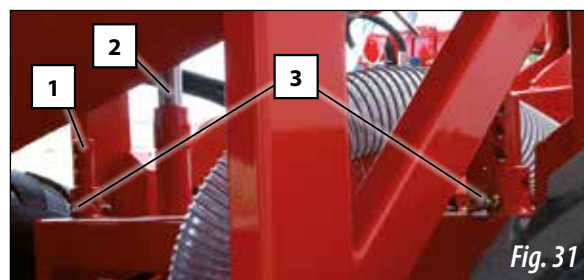

Fig. 31
- 2- Dar presión al circuito hidráulico de la tolva (2) para desbloquear los topes limitadores de recorrido (1)
- 3- Sujetando los topes, sacar los pasadores y bulones (3, Fig 31).
- 4- Mover los topes (1) hasta la posición deseada, posteriormente colocar los bulones y pasadores (3, Fig 31) para fijar el recorrido máximo.